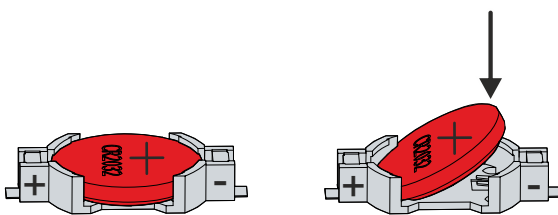

Abb. 17: Batteriewechsel
⇒ Die Batterie steht jetzt in einer schrägen Position (siehe Abb. 17).
5. Drücken Sie die hochstehende Seite der Batterie nach unten in den Batteriehalter (siehe Abb. 17).